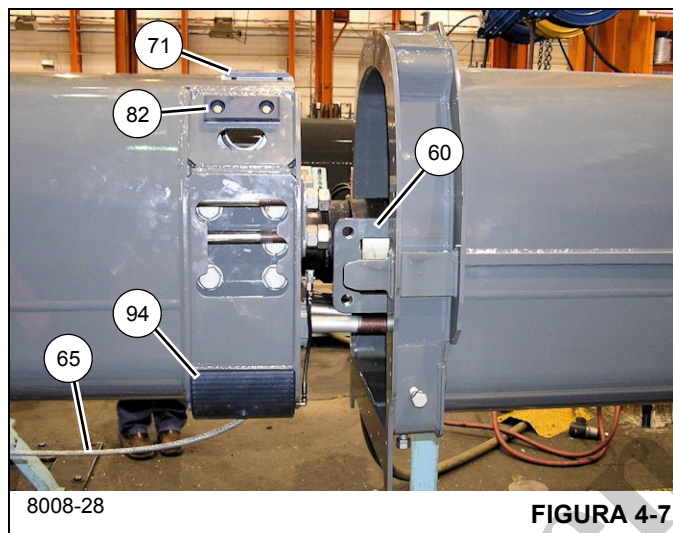

FIGURA 4-7
29. Abaixar um pouco a parte dianteira do telescópio 2 (3).
30. Remova os dois parafusos (58), quatro arruelas (16), duas arruelas de pressão (17) e duas porcas (18) que fixam o calço de parada (56) e o calço (57) à parte dianteira do telescópio 1 (2) (lados esquerdo e direito).
31. Remova os parafusos (19), arruelas lisas (16), arruelas de pressão (17) e porcas (18) que fixam as placas de retenção esquerda, direita e inferior (2x-14, 13) à parte dianteira do telescópio 1 (2).
32. Remova as placas de desgaste inferiores dianteiras (54, 55) e os calços (53) da parte inferior do telescópio 1 (2).
33. Remova o telescópio 2 (3) do telescópio 1 (2); coloque o telescópio 2 (3) sobre apoios adequados.
34. Remova a placa de desgaste (94)/conjunto da mangueira de graxa (81, 79, 80, 77, 78) do suporte de fixação em cada lado da parte traseira do telescópio 2 (3) (consulte a Figura 4-7).
35. Remova os dois parafusos (83) e as arruelas de pressão (72) que fixam o conjunto da placa de desgaste (71) a cada lado da parte traseira inferior do telescópio 2 (3) (consulte a Figura 4-7).
36. Remova os dois parafusos (83) que fixam o conjunto da placa de desgaste (82) a cada lado da parte traseira inferior do telescópio 2 (3) (consulte a Figura 4-7).